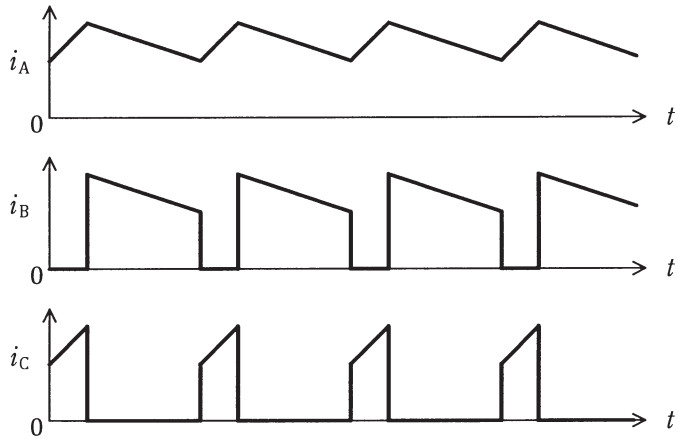

図 2
チョップパが動作してから十分に時間が経つと、入力電流 i_{in} は周期的な繰り返し波形となる。入力電流 i_{in} が周期的な繰り返し波形となるためには、 (3) = 0 でなければならないので、出力電圧は、 $V_{out} =$ (4) V_{in} となる。このとき、ダイオード D_2 を通る電流 i_2 [A] は図2の (5) の波形となる。